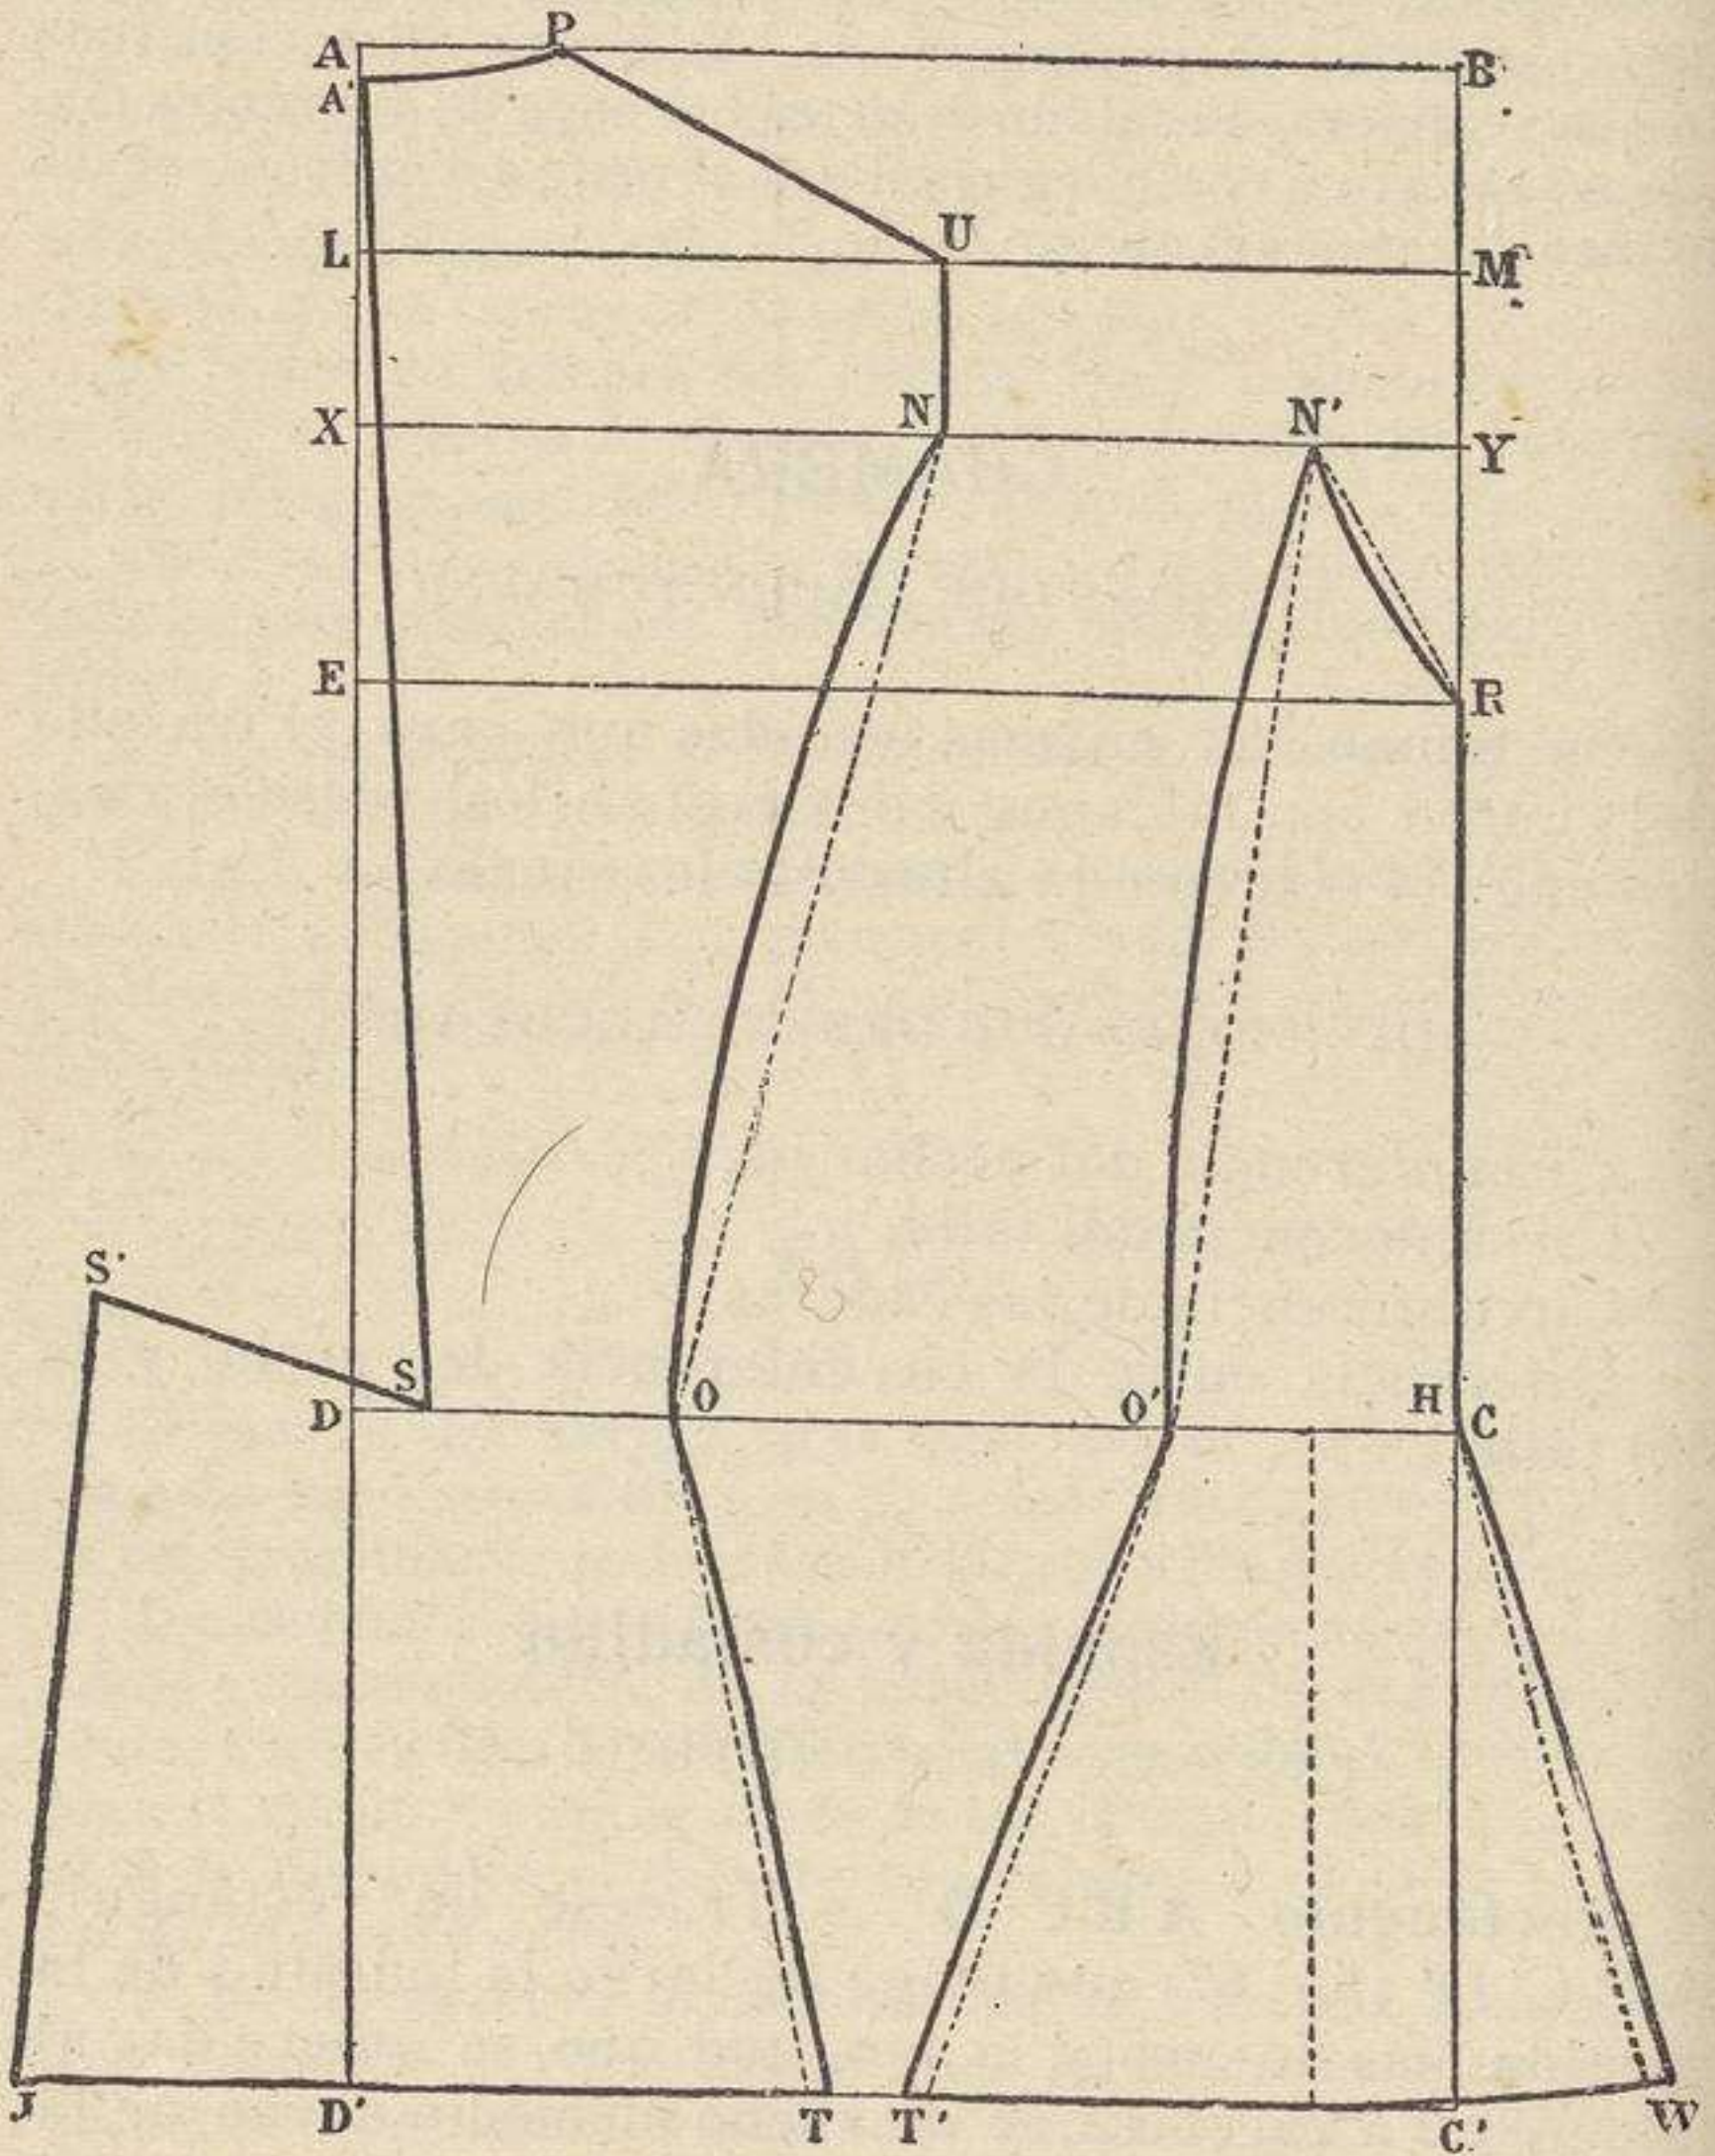

Fig. 67 ( $\frac{1}{6}$  del tamaño real).—Chambra, espalda y costadillo
**Rectángulo  $ABC'D'$ .** — Trácese un rectángulo  $ABC'D'$  (fig. 67) que tenga de largo la longitud de la espalda más un cm. y la longitud que se quiere dar al faldón (20 á 25 cms.), y de ancho el medio ancho de la espalda más la vigésima parte de la circunferencia del pecho (para el costadillo) y más 12 cms. para el desarrollo del faldón.